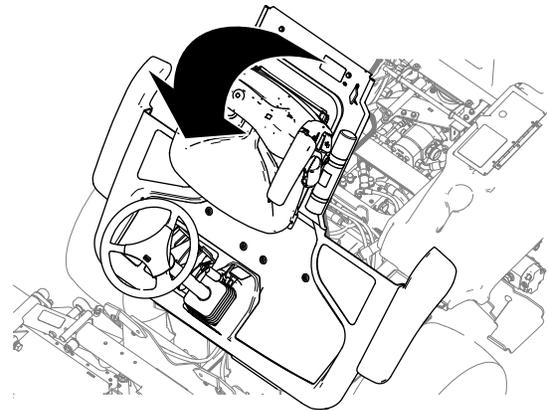

Figure 2
2. Relevez la plateforme (Figure 2).